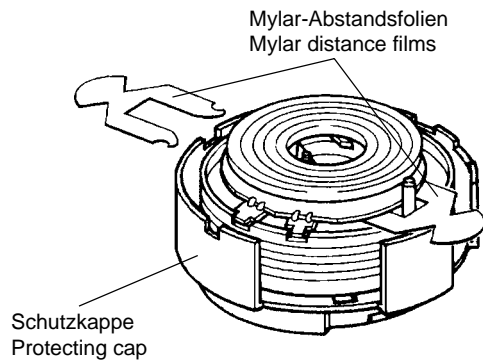

Fig. 11
- Achtung:** Die obere Schutzkappe und die 2 Mylar-Abstandsfolien (Stärke 0,15mm) bleiben bei diesem Vorgang auf der Kopfscheibe (Fig. 11).
- Attention:** The upper protecting cap and the 2 Mylar films (0.15mm thick) remain on the headwheel during this process (Fig. 11).